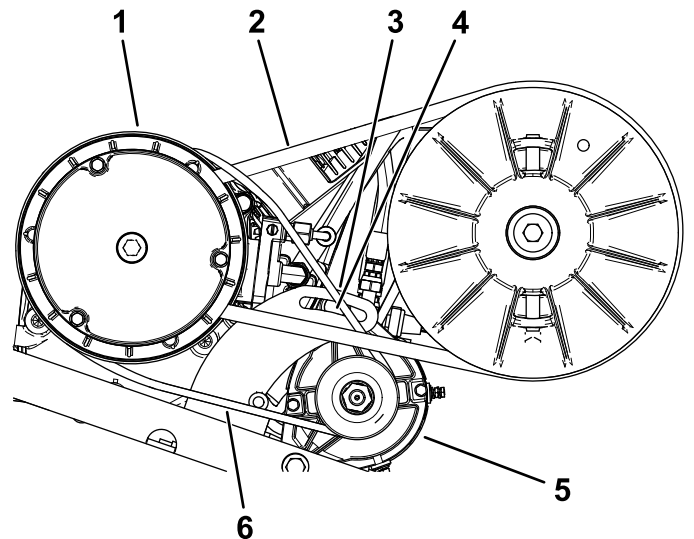

Figura 67
2. Desaperte a porca de articulação do gerador do motor de arranque (Figura 67).
permitir apenas 6,4 mm de deflexão da correia com 44 N·m de força (Figura 67).
5. Aperte a porca de articulação à mão e retire o pé de cabra (Figura 67).